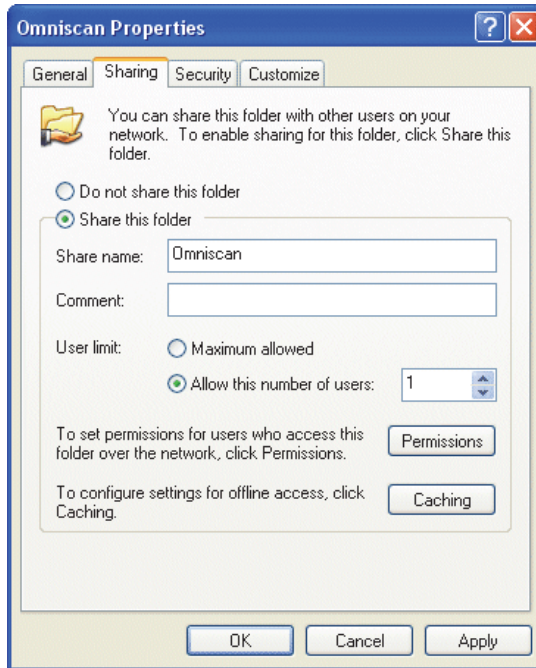

Рис. 7-13 Свойства OmniScan (Windows XP): Доступ
3. В диалоговом окне **Omnican Properties** [Свойства] щелкните на вкладке **Sharing** [Доступ] (см. Рис. 7-13 на стр. 207).